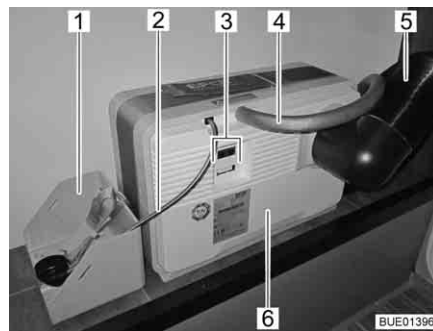
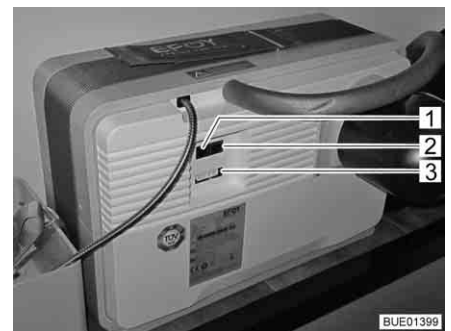

Fig. 155 Gerador 12 V com cartucho de combustível
Fig. 156 Área de ligação do gerador 12 V
O gerador 12 V é constituído por vários componentes, montados na mala traseira (Fig. 155), assim como da unidade de comando (Fig. 157) na área habitacional.
No gerador 12 V (Fig. 155,6) encontram-se:
- A ligação para o tubo para a evacuação do ar (Fig. 155,4) ou o bocal de enchimento para o fluido de serviço
- O tubo do calor perdido (Fig. 155,5)
- As ligações elétricas (Fig. 155,3) com interface de dados (Fig. 156,2), ligação para os aparelhos (Fig. 156,3) e a ligação para o painel de comando (Fig. 156,1)
Faz parte do gerador 12 V um cartucho de combustível que está ligado através da ligação do reservatório (Fig. 155,2) com o gerador 12 V (Fig. 155,6).
O cartucho de combustível está fixamente amarrado no suporte próprio para o cartucho (Fig. 155,1).